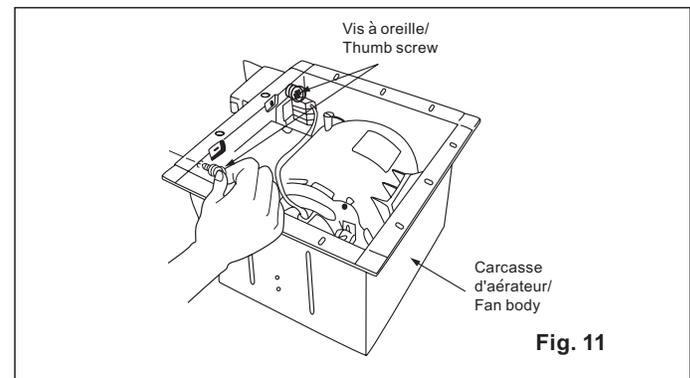

Fig. 11
- Avant de procéder au montage, fixer la carcasse de l'aérateur sur l'adaptateur au moyen des vis à oreille (voir Fig. 11).
- Before installation, secure fan body to adapter using two thumb screws. (Fig. 11)
1. Avant l'installation, fixer le ventilateur à l'adaptateur au moyen de deux vis à oreilles (voir Fig11, page 7).
1. Before installation, secure adapter to fan body by using two thumb screws. (Fig.11, page 7)